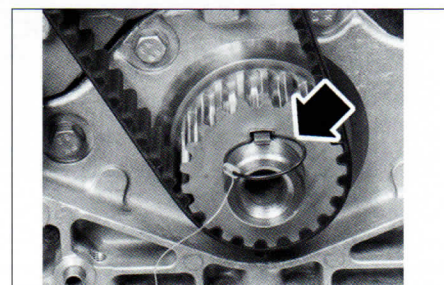

FIG. 16
- Centrar el piñón cigüeñal con un útil adaptado (ref. Peugeot 0188-AH) (fig. 16).